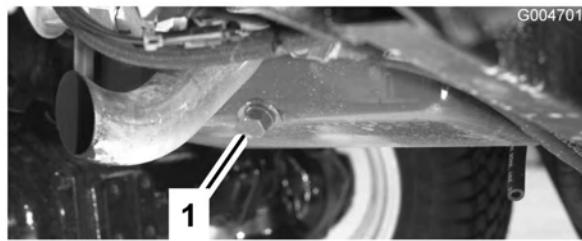

Bild 48
1. Entfernen Sie eine der Ablassschrauben (Bild 48) und lassen Sie das Öl in die Auffangwanne ab. Schrauben Sie die Ablassschraube wieder ein, nachdem das Öl abgelaufen ist.